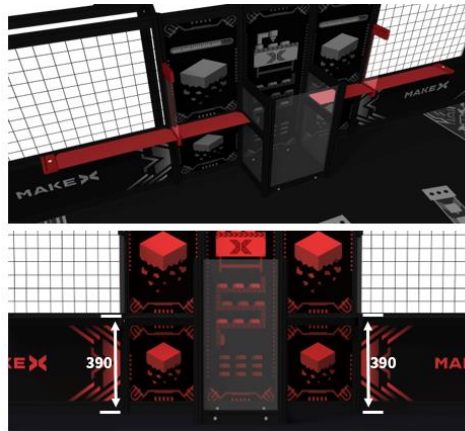

图 3.8 废料台
(5) 工作台：每个半场各有 1 个工作台，为比赛开始前字母方块和空白方块的初始摆放区域（每场比赛前由裁判抽签确定摆放顺序）。平台外围扁铝距地面垂直高度为 150mm，图 3.8 所示只是一个摆放的实例。